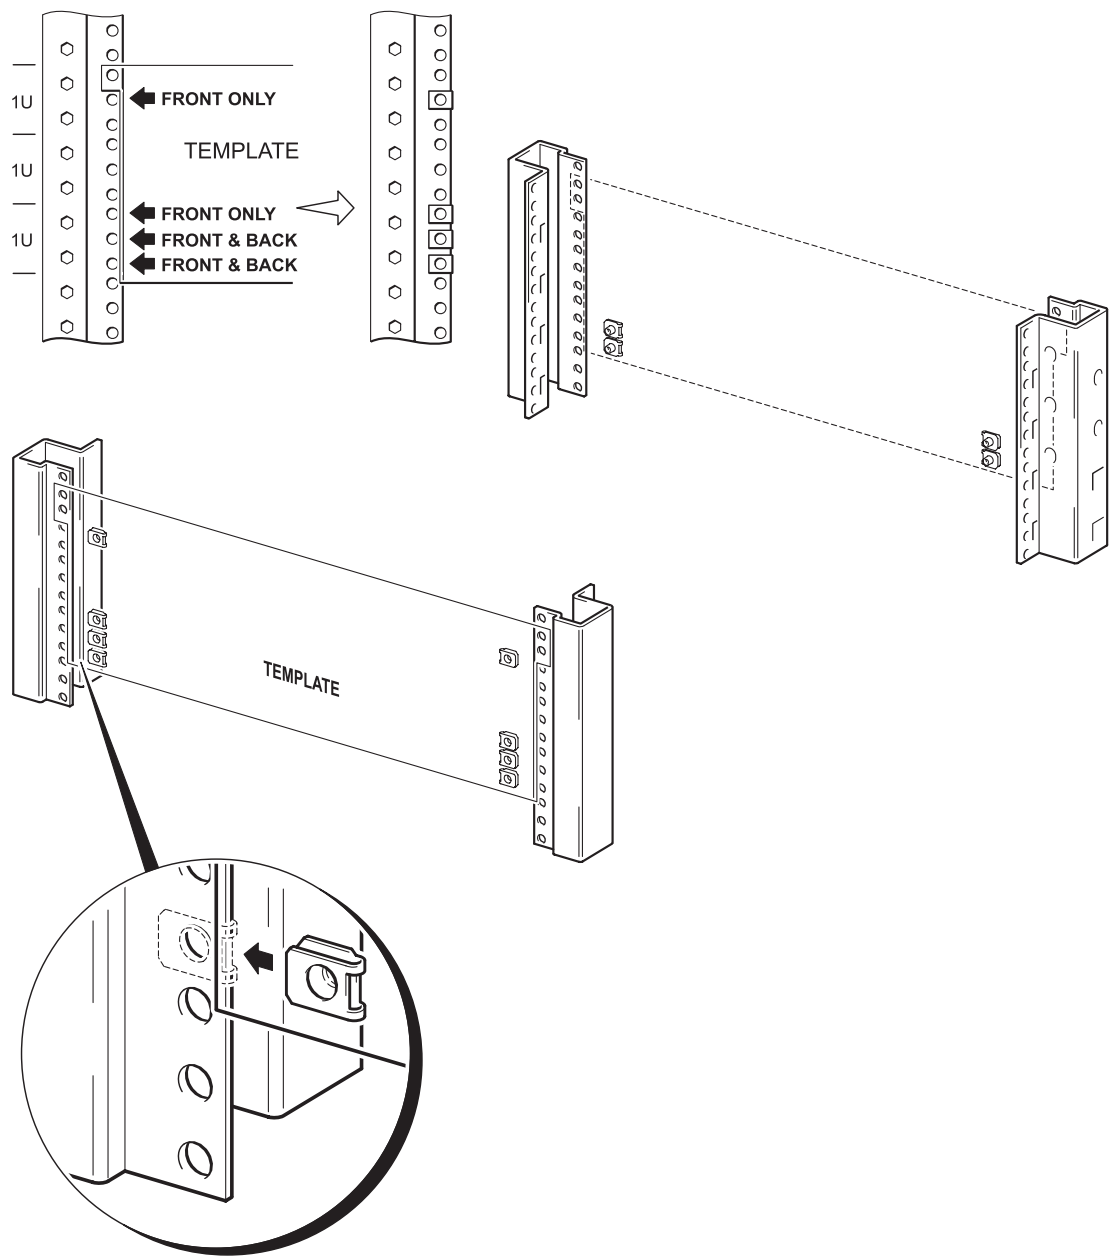

Figure 2a : installation des écrous clip M5 (orifices ronds)
- 3 Placez les huit premiers écrous clip, comme indiqué à la Figure 2a, dans les emplacements signalés par les flèches noires portant la mention "FRONT ONLY" ou "FRONT & BACK" sur le gabarit (quatre clips de chaque côté). Pour ce faire, faites glisser l'écrou clip sur la colonne du rack jusqu'à ce qu'il s'emboîte dans le trou qui convient.